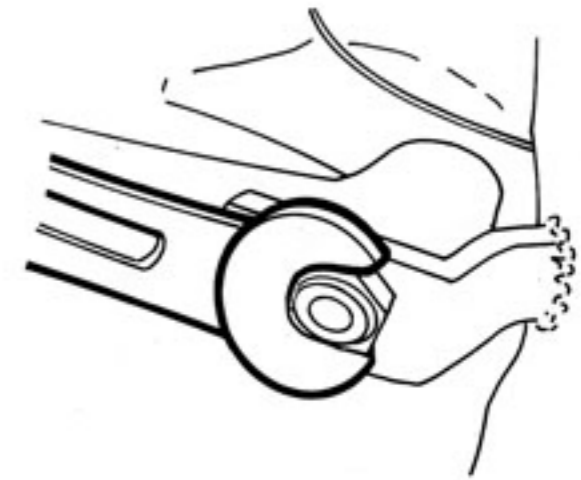

Fig. 3
- Dévisser l'écrou d'axe de bras oscillant et extraire l'axe (clé de 17 mm, Fig. 3 et 4).